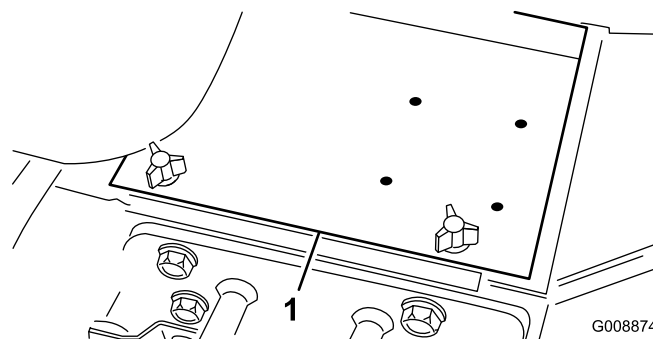

Рисунок 4
3. Снимите крышку аккумулятора (**Рисунок 4**).